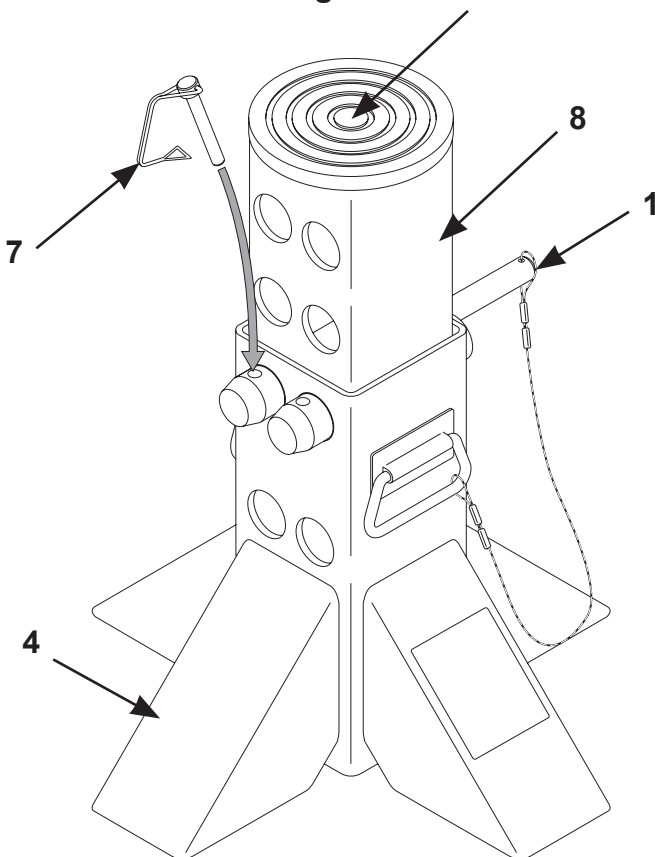

Figura 3
5. Fije el pasador de soporte (n.º 1) en su lugar insertando el pasador de bloqueo (n.º 7) por uno de los orificios disponibles del pasador de soporte, como se muestra más adelante, y fije el gancho en el otro extremo del pasador de bloqueo. **Consulte la Figura 3.**
7. Baje la carga con cuidado al centro de la almohadilla del pie de soporte. **Consulte la Figura 3.**